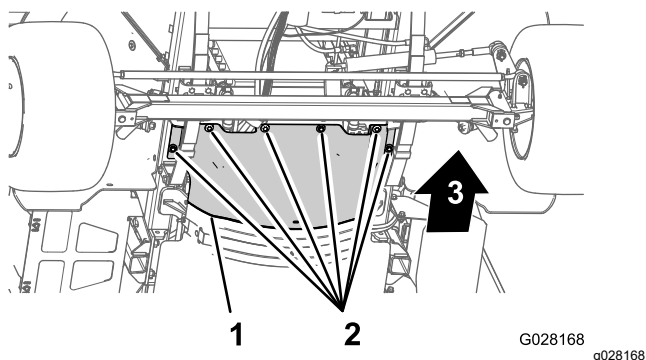

Figure 62
3. Retirez les 6 boulons à tête hexagonale et les 6 rondelles qui fixent l'écran pare-chaaleur avant au châssis et déposez l'écran (Figure 62).